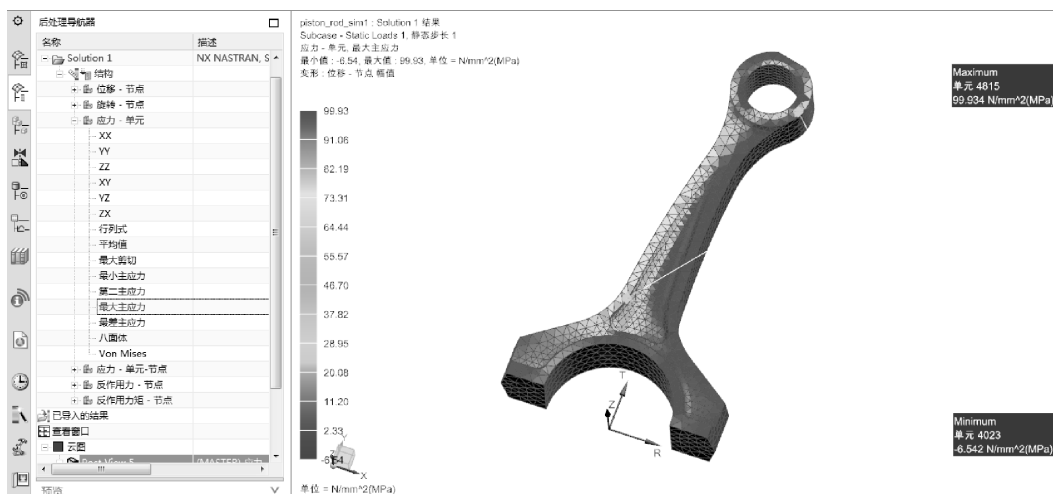

图 9-78 查看应力 - 单元分析结果云图
- 01 在【结果】视图列表中双击一个结果 (如应力 - 单元), 屏幕中显示结果云图, 如图 9-78 所示。